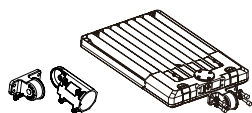

Fig 1
Étape 1 : Retirer la base du support du support, puis installer la base du support sur le luminaire à l'aide des fixations fournies. (Fig.1)